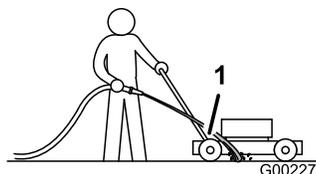

Figura 37
3. Sujete la manguera a la altura del manillar y dirija el agua para que fluya sobre el suelo justo por delante de la rueda trasera **derecha** (Figura 37).